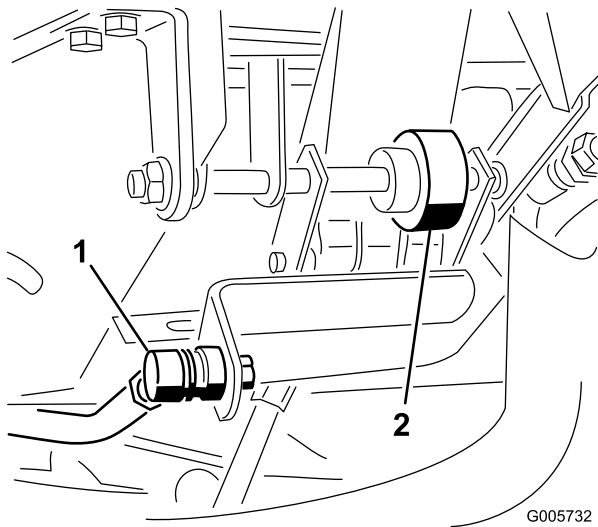

Figura 69
- Ajuste a extremidade da barra de controlo (Figura 69) até que haja uma folga de 3 mm entre a parte de cima do parafuso batente do pedal de tracção e o pedal. Aperte as porcas flangeadas.
- Desaperte ambas as porcas que fixam o eixo do pedal de tracção no lado direito do pedal (Figura 69).